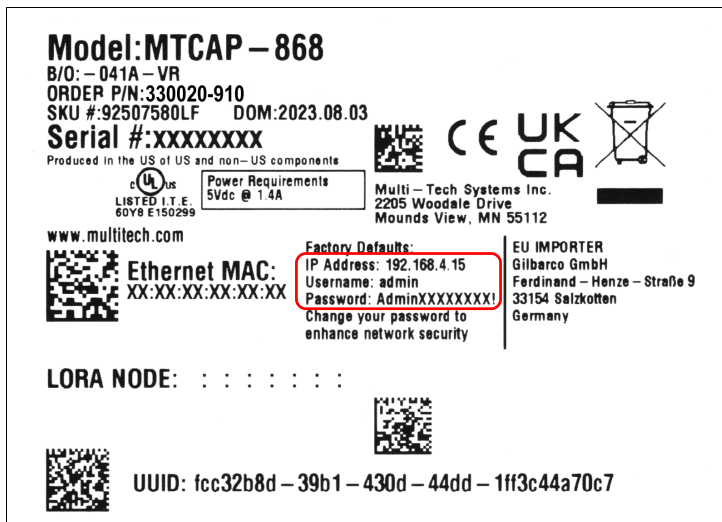

Abbildung 4. Beispiel Gateway-Etikett – IP-Adresse, Benutzername und Passwort
1. Die Standard-IP-Adresse, Benutzername und Passwort vom Etikett auf der Geräterückseite ablesen (rot eingekreist auf dem Beispielticket in Abbildung 4). Die X im Passwort beziehen sich auf die Seriennummer des Gateways. Wenn die Gateway-Seriennummer beispielsweise „12345678“ lautet, lautet das Standardkennwort „Admin12345678!“.